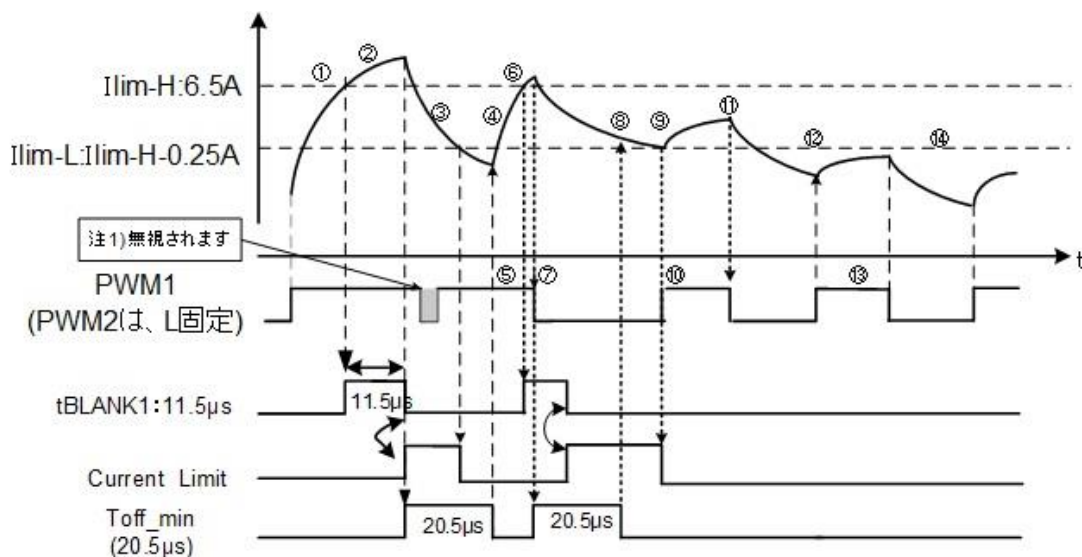

図 7.14 チョッパ型電流リミット制御
7.7.1. チョッパ型電流リミット制御(基本動作) 図 7.14
- ① $I_{lim-H}(6.5 A)$ で電流を検出します。
- ② 検出後 Blanking カウンターがカウント開始。 $(t_{BLANK1} : 11.5 \mu s)$ 時間後、電流値が I_{lim-H} ($6.5 A$)以上電流が流れているため、 t_{BLANK1} の立ち下がりエッジで Current Limit 信号が立ち上がります。また、同時に $Toff_min$ が”H”になりカウントスタートします。
- ③ Blanking 後、モーター駆動出力を自動的にショートブレーキモード(下側同時 ON)にすることで電流の回生を行います。
- ④ $Toff_min(20.5 \mu s)$ 後、 I_{lim-L} を下回っている場合、PWM 端子の状態に従って出力動作します。
- ⑤ PWM1 が”H”になっているため、モーター駆動電流が増加します。
7.7.2. 正転時 PWM 信号が入力された場合 1 (図 7.14)
- ⑥ $Toff_min$ の立ち下がり後モーター動作復帰後、再度電流が $I_{lim-H}(6.5 A)$ で電流を検出します $t_{BLANK1}(11.5 \mu s)$ カウンター開始。
- ⑦ Blanking 中 PWM1=L になった場合、ショートブレーキ(下側同時 ON)となり、電流が回生を行います。
- ⑧ $Toff_min(20.5 \mu s)$ 後の電流値が、 I_{lim-L} 以上のためショートブレーキを継続。
- ⑨ I_{lim-L} を検知したため、Current Limit が”L”となり、通常モードへ復帰します。
- ⑩ PWM が”H”を継続しているため、モーター駆動電流が増加します。
7.7.3. 正転時 PWM 信号が入力された場合 2 (図 7.14)
- ⑪ PWM1 の立ち下がり後ショートブレーキモードへ移行します。
- ⑫ PWM1=Hi 信号により、通常モードへ復帰します。
- ⑬ PWM1 が”H”を継続しているため、モーター駆動電流が増加します。
- ⑭ PWM1=Lo 信号により、ショートブレーキモードの動作になりモーター駆動電流が減少します。